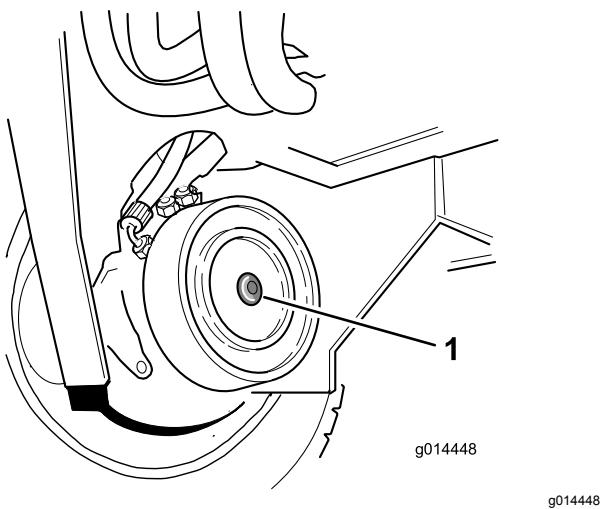

Figure 35
- Identifiez le frein à disque du moteur de roue avant droite et enlevez le bouchon hexagonal (Figure 35).